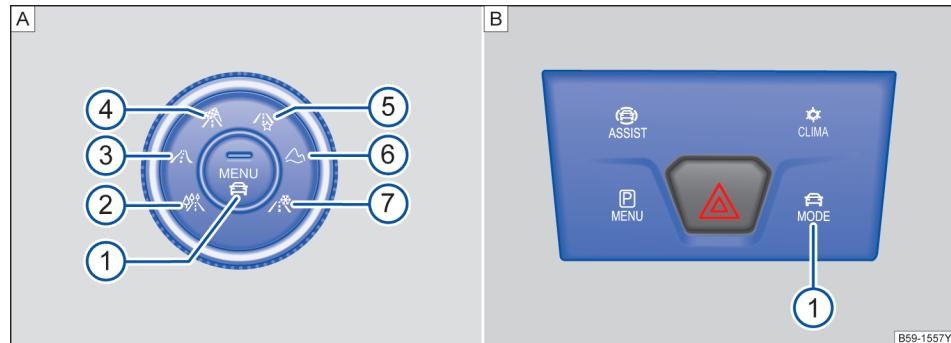

图 132 驾驶模式选择按键
→图 132 A 的图例：
也可通过→图 132 B [MODE] 按键进行如上驾驶模式的选择(取决于汽车装备)。
- 按压驾驶模式选择按键→图 132 ①。驾驶模式选择菜单显示在信息娱乐系统的显示屏中。已激活的驾驶模式被选中。
- 按压驾驶模式选择按键→图 132 ①。驾驶模式选择菜单显示在信息娱乐系统的显示屏中。
- 按压驾驶模式选择按键→图 132 ①，在信息娱乐系统的显示屏中短促按压功能按键